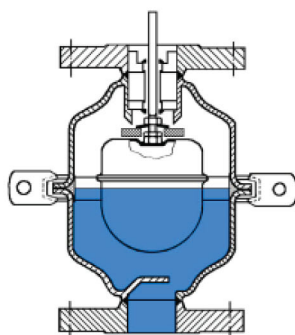

Рис. 2
2. **Пусковые воздухоотводчики** имеют высокую пропускную способность и предназначены для удаления газов из жидкостных систем при их заполнении жидкостью, а также для заполнения воздухом при дренаже системы. При отсутствии жидкости в системе воздухоотводчик открыт за счёт массы поплавка. При заполнении системы и повышении уровня жидкости, поплавок перемещается в верхнее положение и закрывает клапан (рис. 2). В процессе работы системы клапан воздухоотводчика удерживается рабочим давлением в закрытом положении независимо от уровня жидкости. При дренаже системы воздухоотводчик будет оставаться закрытым до тех пор, пока давление не понизится до 0,3 бар. После чего клапан открывается и работает в режиме заполнения системы воздухом. Пример пускового воздухоотводчика – EB3.52.